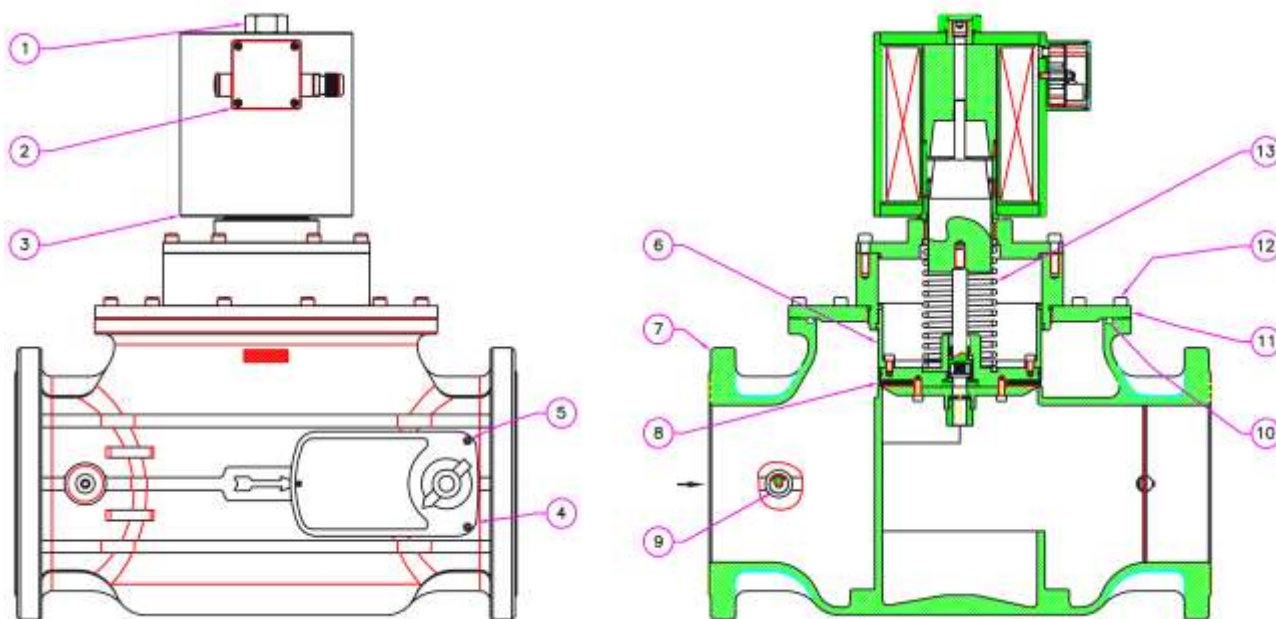

Рис. 2
Клапан (рис. 2) состоит из: гайка крепления катушки (1); электрический коннектор (2); электромагнитная катушка (3); электропривод заслонки (4); винты крепления привода (5); затвор (6); корпус (7); манжета затвора (8); заглушка G1/4" (9); верхнее уплотнительное кольцо (10); верхняя крышка (11); винты (12); пружина запирающего механизма (13).
- DN 125 ÷ DN 150: (см. рис. 2) отвернуть гайку (1) и снять катушку (3). Вывернуть болты крепления (12) и осторожно снять верхнюю крышку (11) корпуса клапана (7), а затем проверить затвор (6) и, при необходимости, заменить резиновое уплотнительное кольцо (8). Собрать клапан, выполняя обратную последовательность действий.